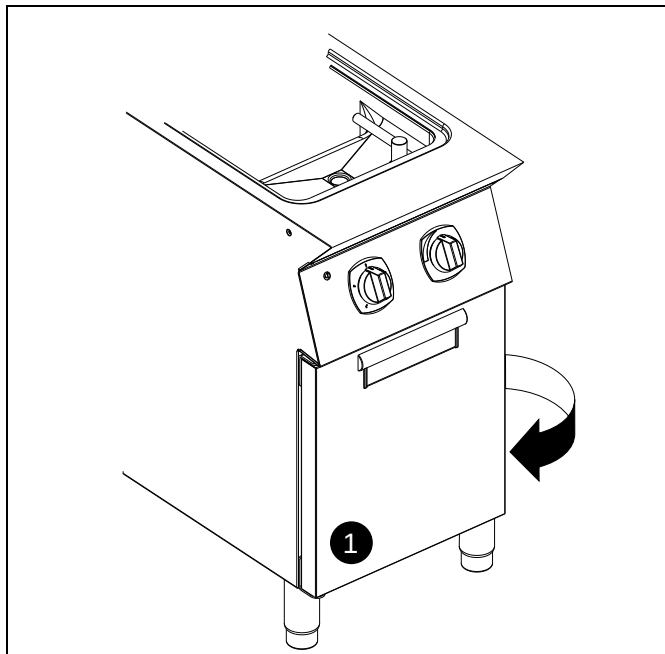

FIG. 1
- Retire el tornillo "N" de la toma de presión (consulte FIG. 1).
1. Abra la puerta del módulo para acceder a la placa de terminales (consulte el detalle 1 — FIG. 1).